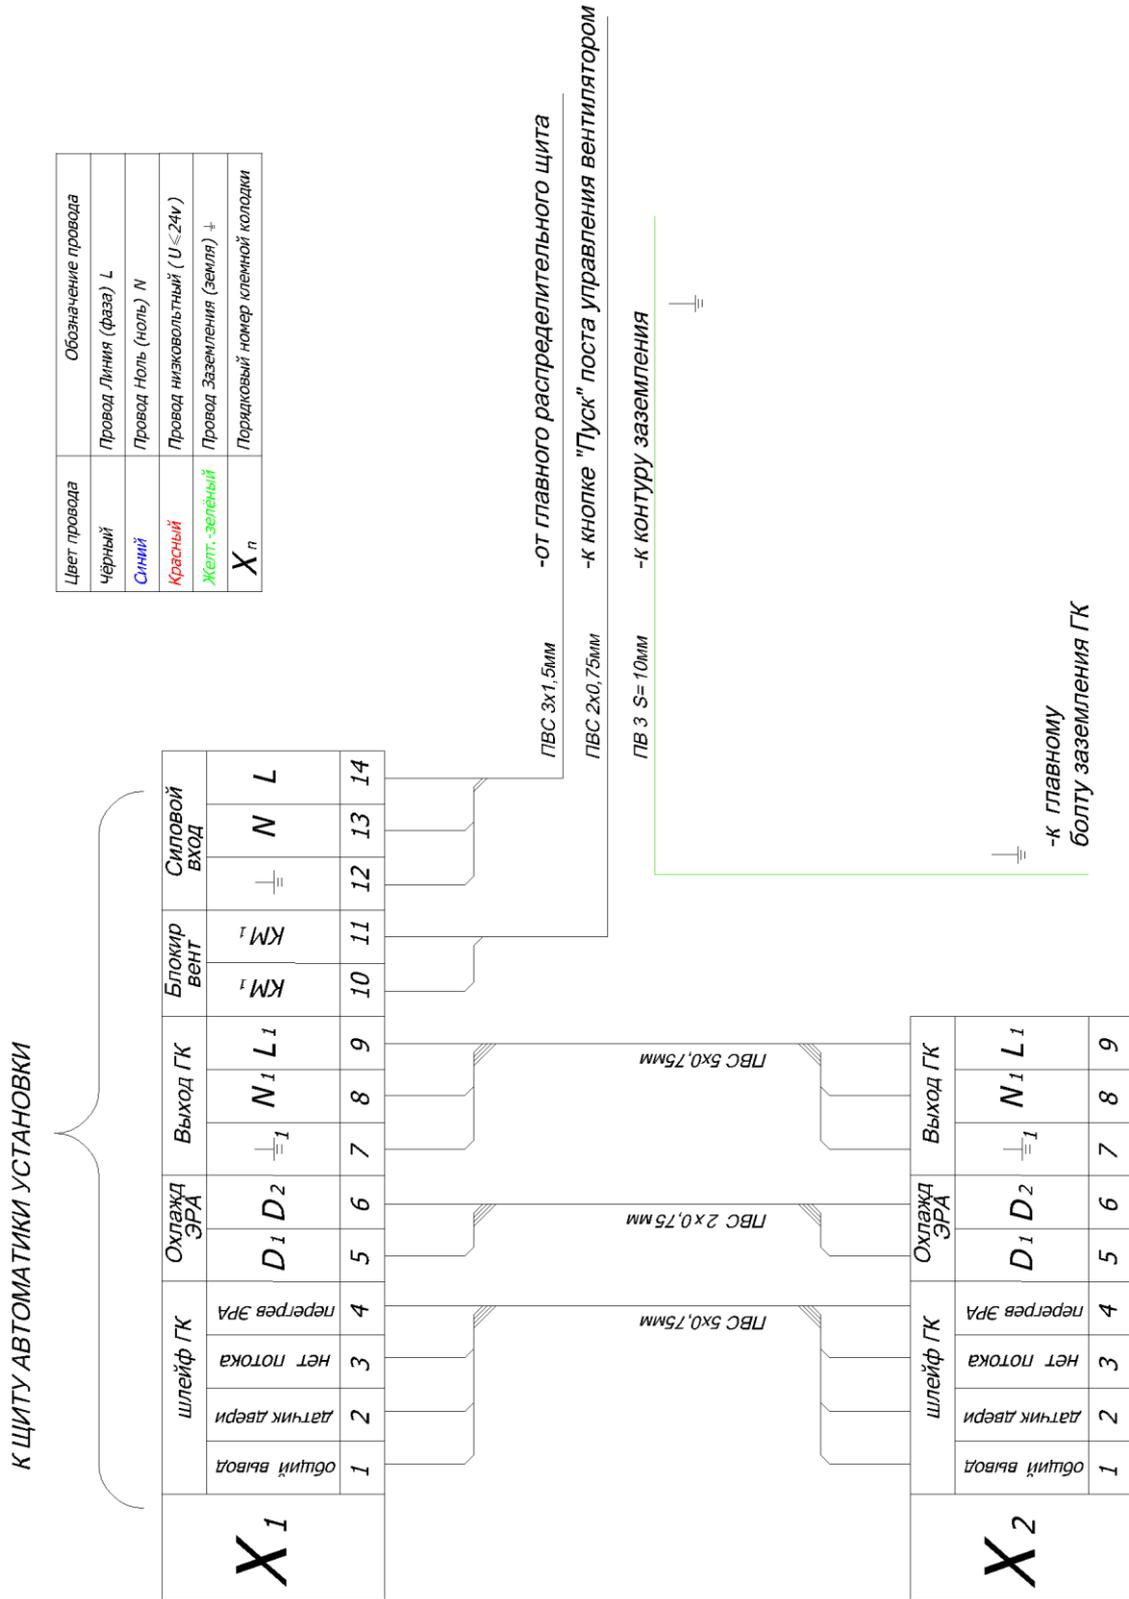

Рис. 9. Межблочная схема Газоконвертора "Ятаган "Out"
9. Установить и подключить Щит Автоматики в соответствии с рис. 9. Щит установить в помещении. Подключить Щит к сети питания 220В, 50 Гц через отдельный защитный автомат 6А.